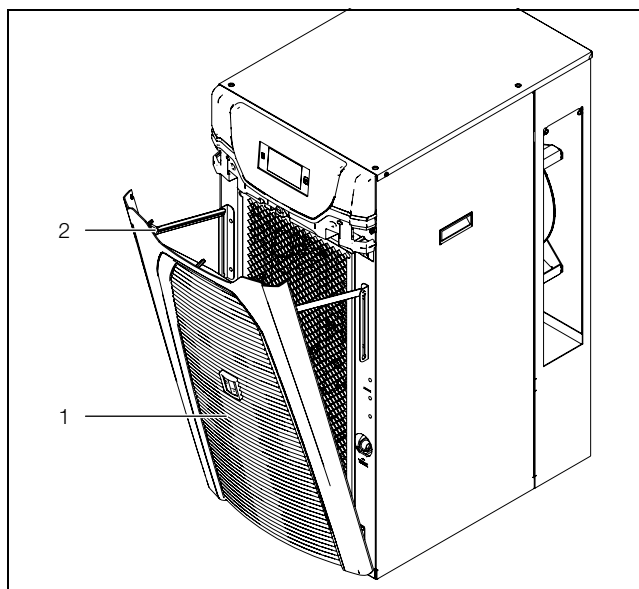

Fig. 38: Sollevamento della griglia di aerazione 3334400 e 3334450
- Sollevare la griglia di aerazione in avanti al di sotto della cintura (fig. 38, pos. 1).